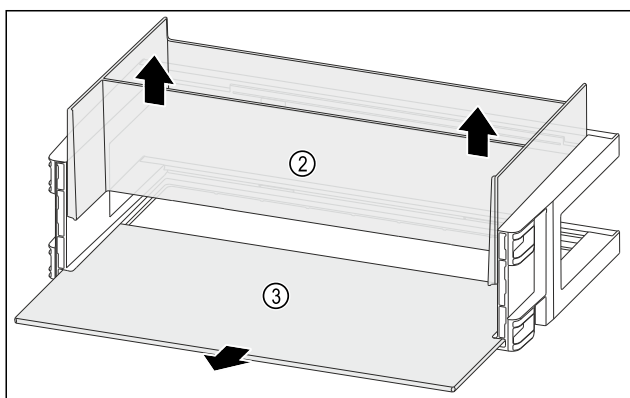

Fig. 132
- Organizer Fig. 132 (2) nach oben entnehmen.
- Abstellfläche Fig. 132 (3) entnehmen.